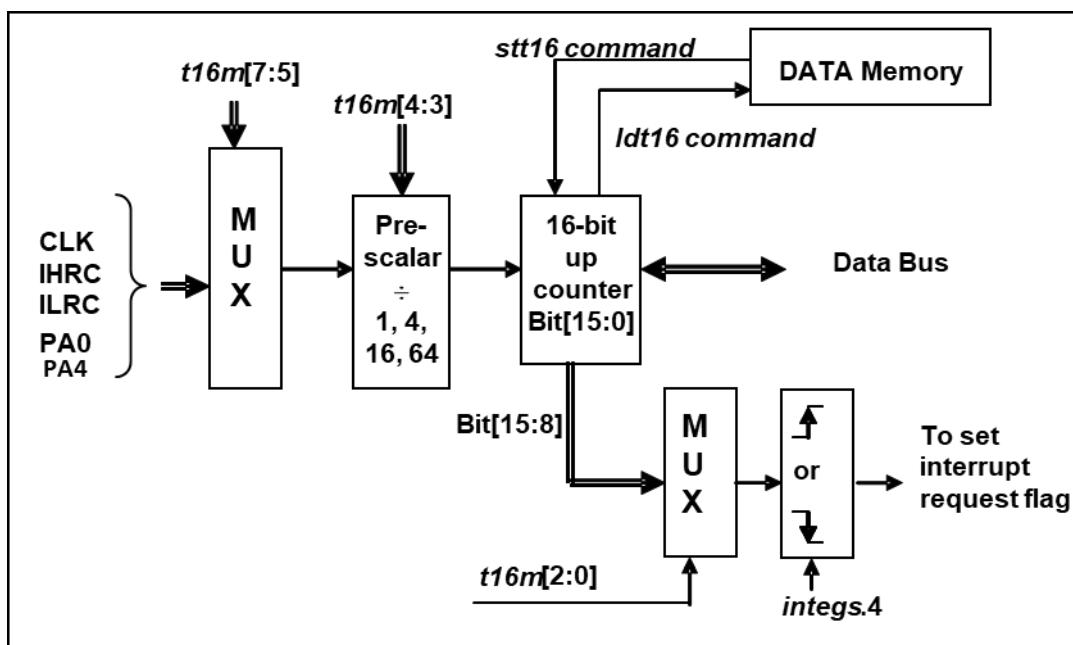

图 8: Timer16 模块框图
PMB180(B) 内置一个 16 位硬件计数器 (Timer16)，计数器时钟可来自于系统时钟 (CLK)，内部高频振荡时钟 (IHRC)，内部低频振荡时钟 (ILRC)，PA4 和 PA0。在送到 16 位计数器之前，1 个可软件程序设计的预分频器提供 $\div 1$ 、 $\div 4$ 、 $\div 16$ 、 $\div 64$  选择，让计数范围更大。16 位计数器只能向上计数，计数器初始值可以使用 *sst16* 指令来设定，而计数器的数值也可以利用 *ldt16* 指令存储到 SRAM 数据存储器。选择器用于选择 Timer16 的中断条件，无论何时发生溢出，都可以触发 Timer16 中断。计时器 16 的硬件框图如图 8 所示。16 位计数器的中断请求可以通过 16 位计数器的位[15:8]来选择，中断类型可以上升沿触发或下降沿触发，定义在寄存器 *integs.4*。